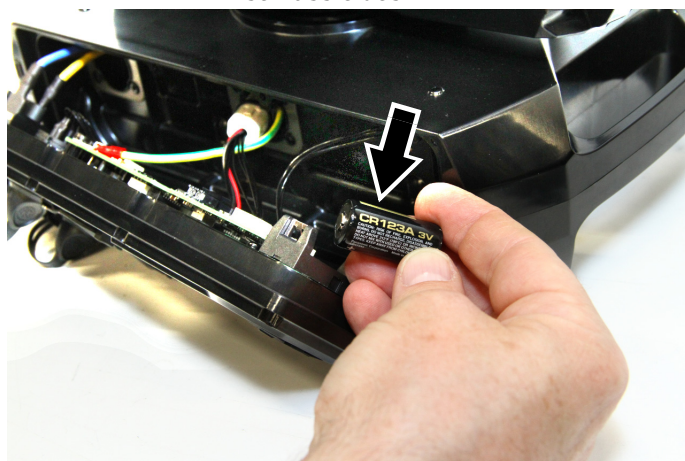

Bild 10: Batteriewechsel
2. Entfernen Sie acht (8) Torx 10 x 3 mm Schrauben (Pfeile) neben dem Bedienfeld an der Basis des Geräts. Bewahren Sie die Schrauben auf.
4. Siehe Bild 10. Entfernen Sie nun die Batterie und merken Sie sich die Polung. Montieren Sie die neue Batterie polrichtig.